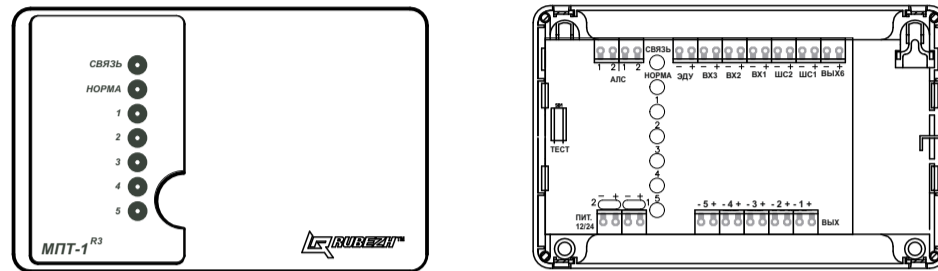

Рисунок 1
5.1 Конструктивно модуль выполнен в виде блока, состоящего из пластмассового корпуса (основание и крышка), внутри которого размещена плата с радиоэлементами (Рисунок 1).